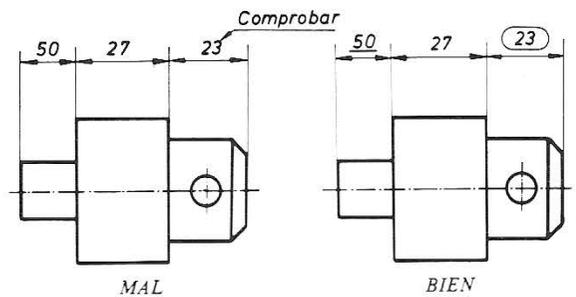

Fig. 52
l) Si una dimensión no está a escala, se subraya la cifra de cota y si una dimensión debe ser especialmente comprobada por el cliente, se señala encuadrándola según se indica en la Fig. 52.